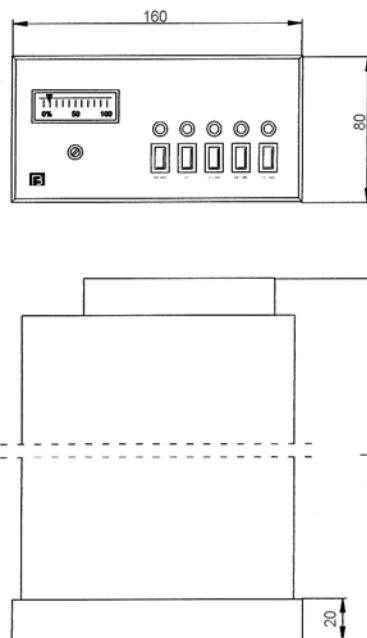

Рис. 1 Габаритные и установочные размеры БУЭП
- Габаритные и установочные размеры: см. рис. 1.